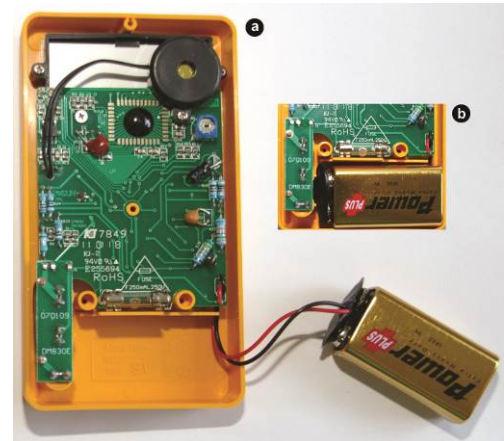

Abb. 2: Einlegen der Batterie.
- Beim Wiederverschließen der Rückwand ist darauf zu achten, dass sich das Batterieanschlusskabel nicht verklemmt. In diesem Fall nicht mit Gewalt verschrauben, sondern erst das Batterieanschlusskabel gut unter der Batterie verstauen (siehe Abb. 2, b).